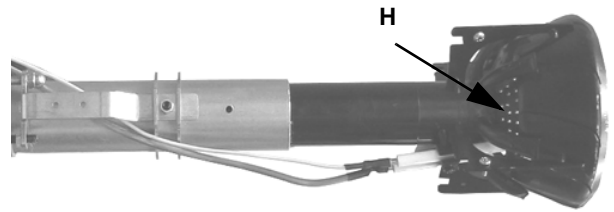

Fig. 65
- 4 Scollegare il connettore CR dal circuito stampato (Fig. 65).
- 5 Per estrarre la testa di combustione, tirarla verso di sé. Una volta estratta, controllare che i fori di passaggio di aria e gas (Fig. 65 - H) non siano ostruiti. Pulire la testa di combustione con un getto di aria compressa oppure, in caso di incrostazioni, con una spazzola di ferro.